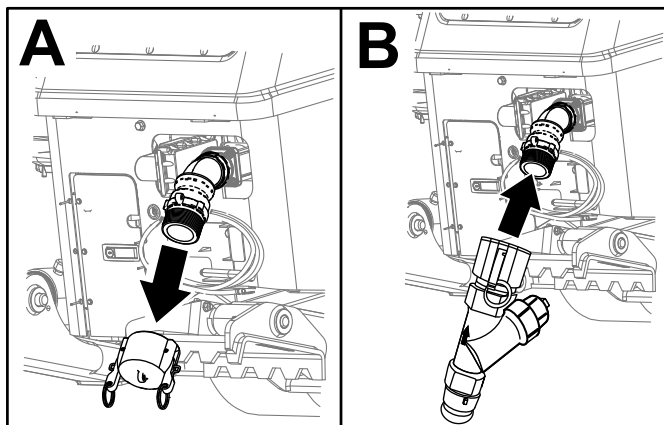

Рисунок 63
1. Снимите впускную крышку насоса (вид А на Рисунок 63).
2. Совместите Y-образный сетчатый фильтр с резьбой на насосе (вид В на Рисунок 63).